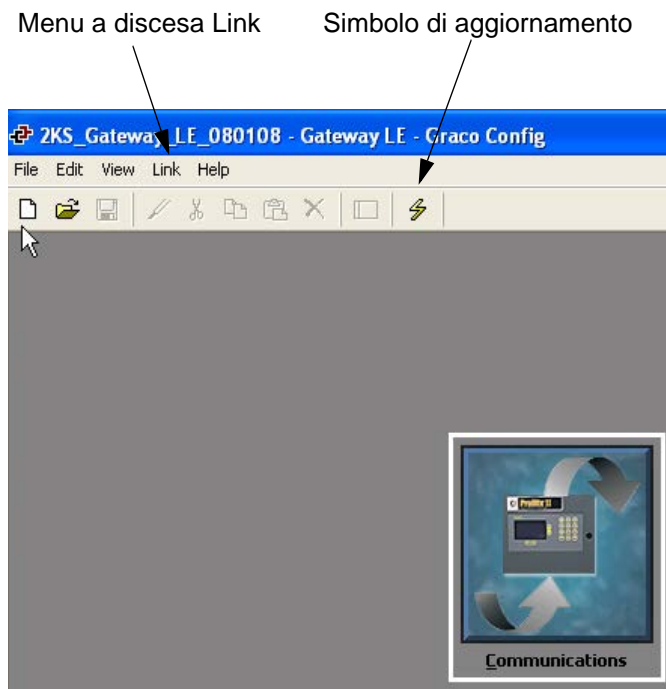

FIG.16: Pagina principale GracoConfig
3. Accedere a File>Open e selezionare il file con estensione .gg2. Una volta caricato, il nome del file verrà visualizzato nella parte superiore della finestra (FIG.16).
4. Download del database utilizzando il comando Link>Update. Come comando abbreviato, utilizzare il simbolo di aggiornamento  disponibile sulla barra degli strumenti. Vedere la FIG.16.